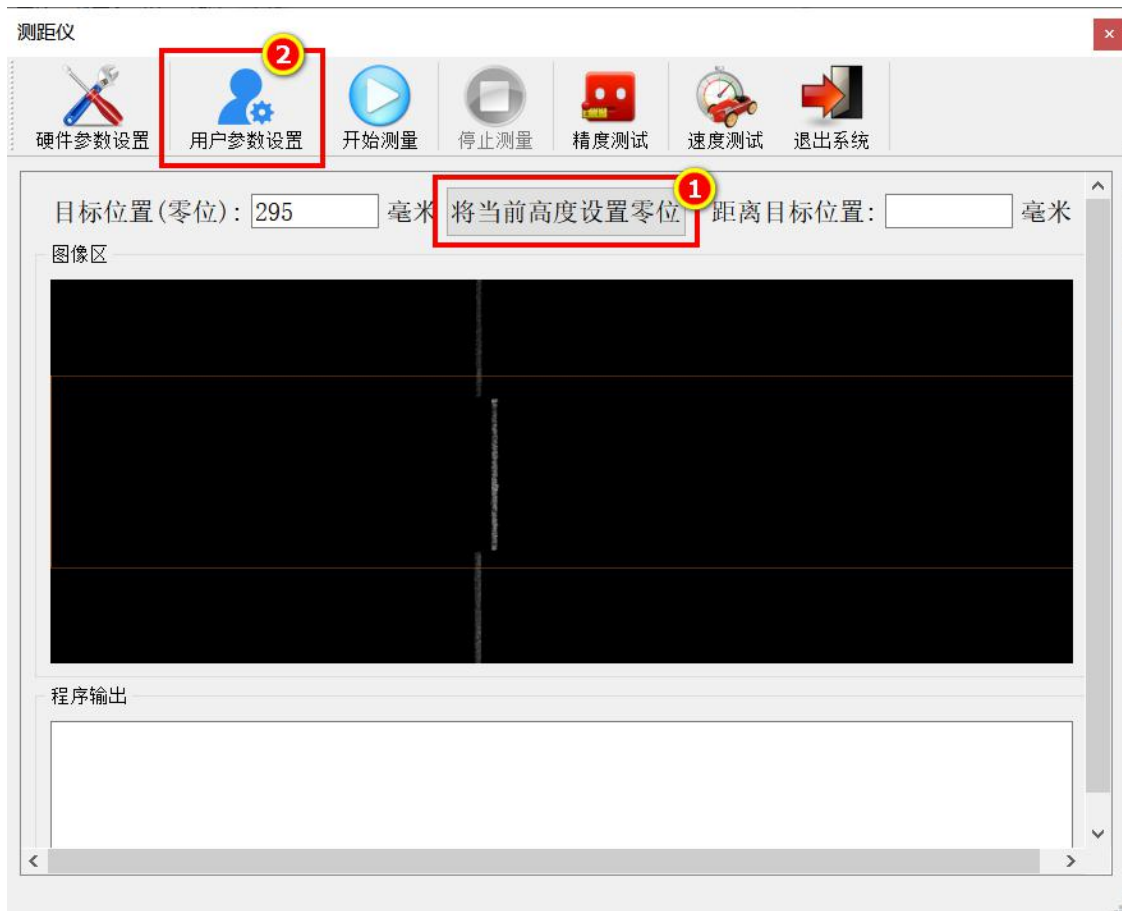
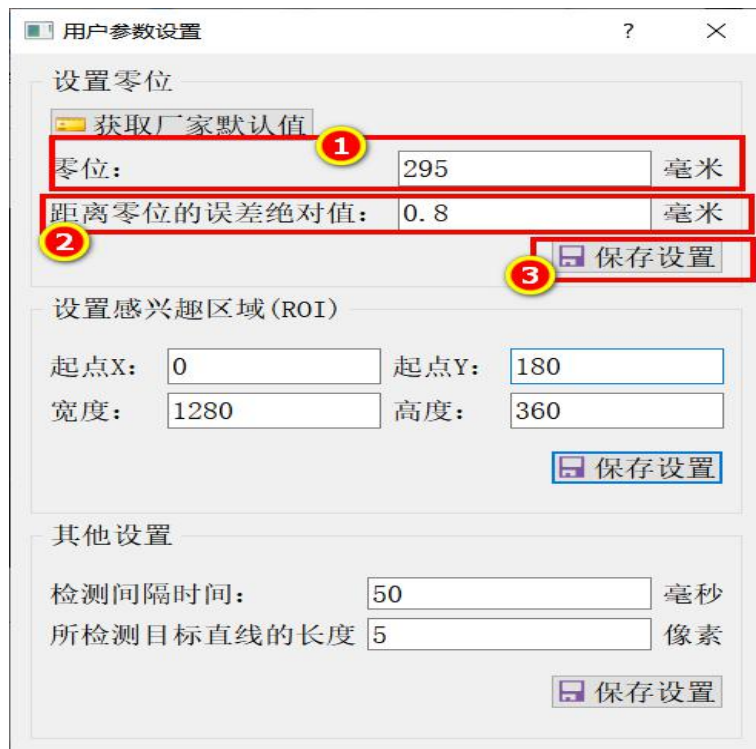

图 7-6 测距仪软件界面--主界面
图 7-7 测距仪软件界面--用户参数设置
- 2) 启动测距仪的软件，在如图 7-6 所示的界面上，单击“**将当前高度作为零位**”按钮，测距软件自动测算出此时测距仪距离被测物体的高度，并将该高度值显示在“目标位置（零位）”处。
3) 在图 7-6 所示界面上单击“用户参数”，打开“用户参数设置”对话框如图 7-7 所示，在图 7-7 上标记①处可以看到刚才获取到的高度值，图 7-7 的标记②处输入“距离零位的误差绝对值”默认经验值 0.8mm。
4) 单击图 7-7 的标记③处的“设置零位”处的【保存设置】按钮，会将当前打标机距离被测打标物体的距离记录为打标有效工作距离。